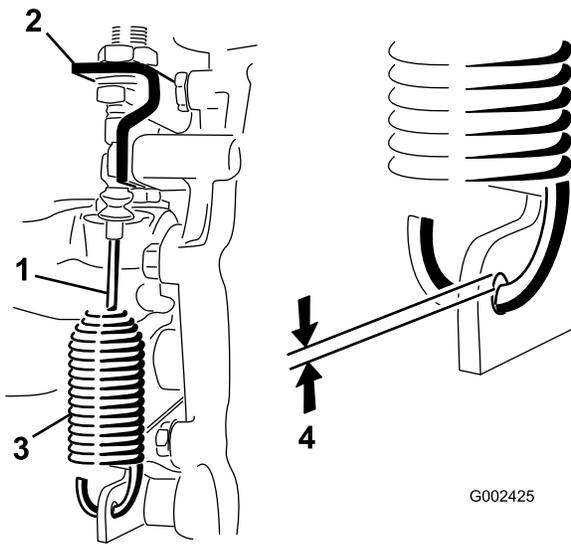

Figura 50
2. Afloje las contratueras que sujetan el cable del bloqueo del diferencial al soporte del transeje (Figura 50).